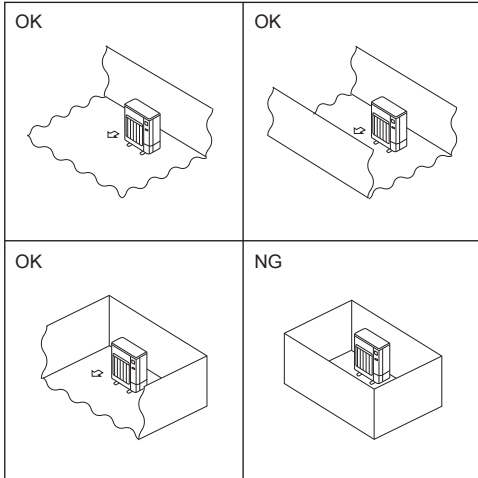

Fig. 2-2
- Ⓒ Installer udendørsenheder på et tilstrækkeligt stort område, hvor mindst én af enhedens fire sider ikke er blokeret, og hvor der ikke er fordybninger. (Fig. 2-2)